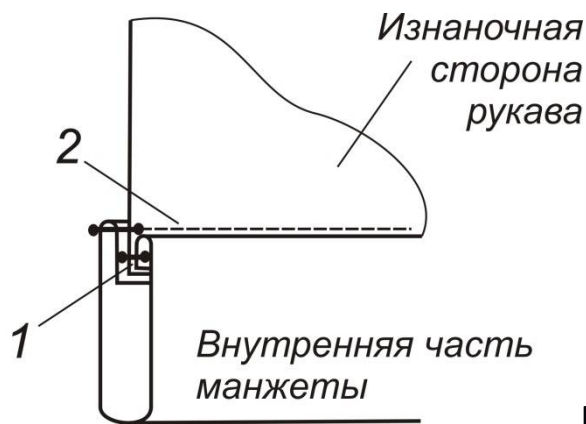

Рисунок 4
16. Надеть манжету на рукав, располагая изнаночную сторону манжеты к изнаночной стороне рукава и притачать к рукаву только нижний слой манжеты (Рис.4, строчка 1).